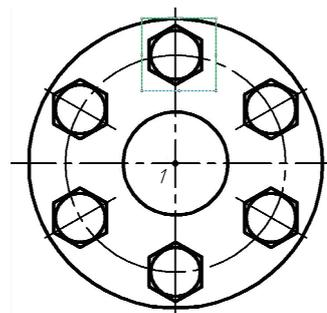

Рис. 2.2
- В ответ на запрос системы **Укажите центр копирования по окружности** укажите (•)1 (рис. 2.2).